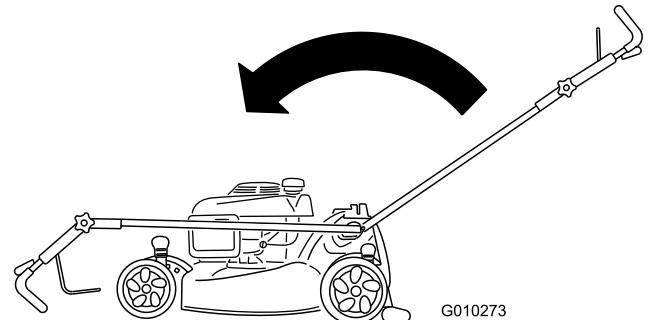

Figura 54
2. Mueva el manillar completamente hacia delante y afloje el pomo del manillar superior (Figura 54).